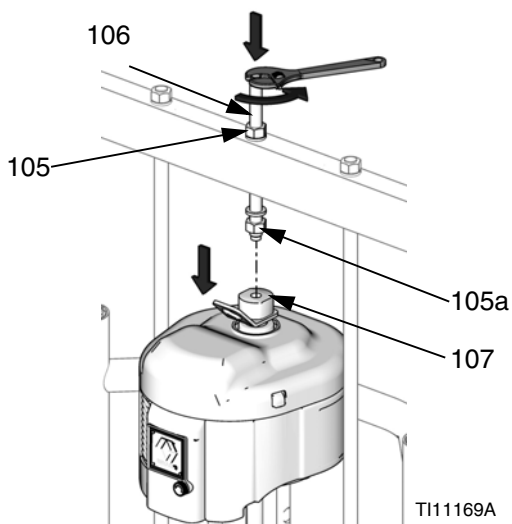

Рис. 24
- а. Для NXT с опорной емкостью на 55 галлонов (устройства подачи D200 3 дюйма и D200 6,5 дюйма): Ослабьте гайку (105а), расположенную под поперечиной. С помощью гаечного ключа удерживайте на месте адаптер подъемного кольца (107) и ослабьте резьбовой стержень (106) над поперечиной с помощью другого ключа. См. Рис. 24.